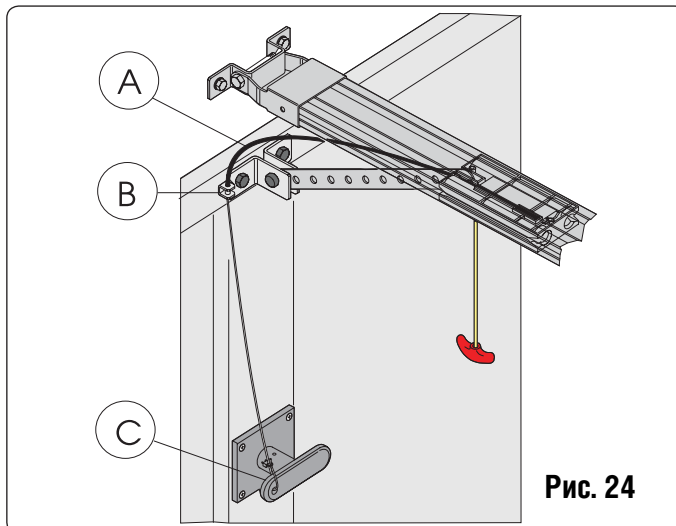

Рис. 24
4. Дерните ручку расцепителя по направлению к створке (рис. 24). Проверьте, чтобы блокировочное окошко, расположенное в каретке, стало красным. Переместите ручную створку, до сцепления каретки и цепи.
1. Отрежьте оплетку троса нужного размера (Рис. 24 А).
2. Вставьте трос в оплетку и подсоедините к отверстию на воротах (Рис. 24 В).
3. Отрежьте трос нужной длины для подсоединения к ручке расцепителя (Рис. 24 С).